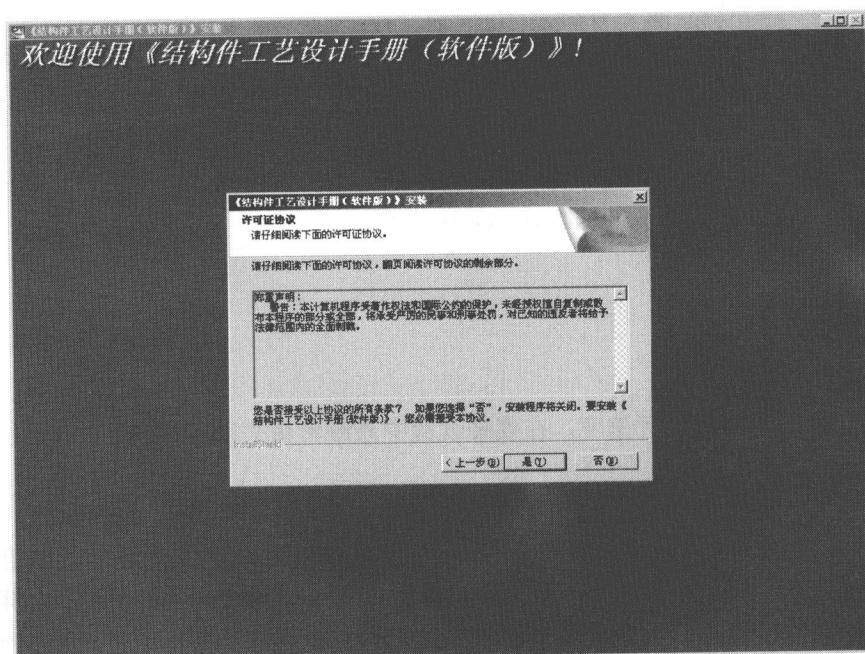

图 1-2 使用许可协议界面
- (3) 单击“下一步”按钮，进入如图 1-2 所示的软件使用许可协议界面。在用户安装协议中，说明了用户的权利和义务，在您阅读协议内容并表示同意后，单击“是”按钮。